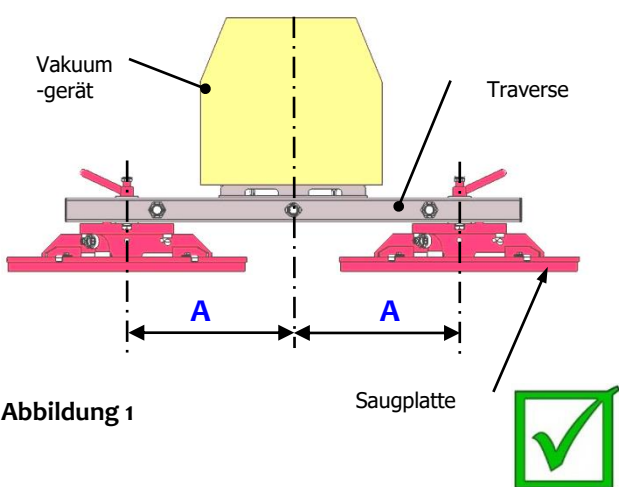

Abbildung 1
Die Saugplatten müssen immer den gleichen Abstand (A) zur senkrechten Mittelachse der Traverse haben (siehe Abbildung 1).